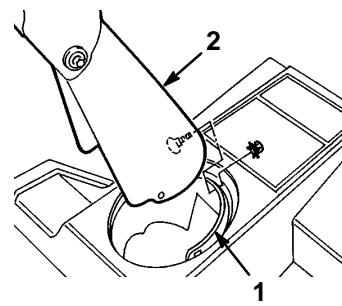

Abbildung 5
- Den Auswurfkanal über den Auswurfkanalring setzen (Abb. 5).
- Das Loch in der Rückseite des Auswurfkanals auf das mittlere Loch im Ring ausrichten (Abb. 5).
- Eine Schlossschraube und eine Sicherungsmutter durch die mittleren Löcher anbringen. Dabei muß die Sicherungsmutter an der Außenseite liegen (Abb. 5).